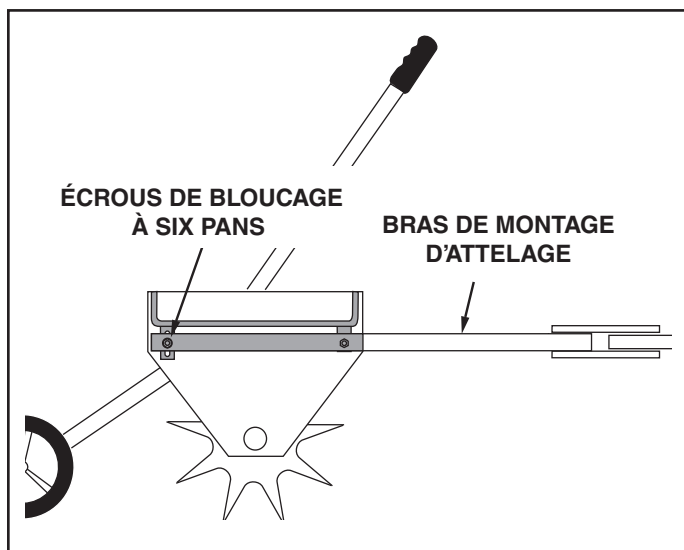

FIGURE 8
1. Pour mettre de niveau le plateau des crampons après avoir connecté l'aérateur à l'attelage du tracteur, desserrer les rondelles plates et les écrous à six pans attachant les bras de montage d'attelage aux supports à l'arrière du plateau. Mettre le plateau de niveau dans la mesure du possible, puis resserrer les écrous. Voir la figure 8.